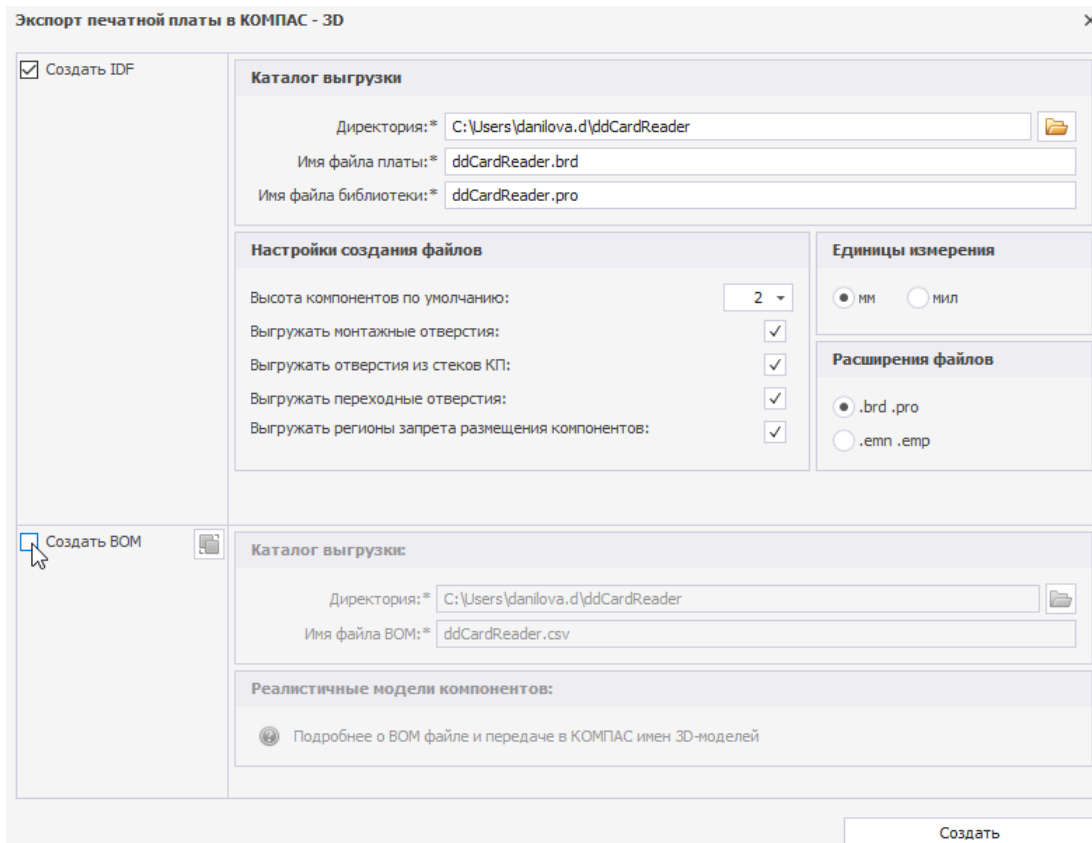

Рис. 3 Ввод параметров
3. В окне «Экспорт печатной платы в КОМПАС-3D» установите флаг в поле «Создать IDF», поля для заполнения параметров станут доступными для ввода, Рис. 3.